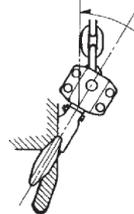

Рисунок 4.4.
- Никогда не нагружайте крюк боком (Рисунок 4.4).